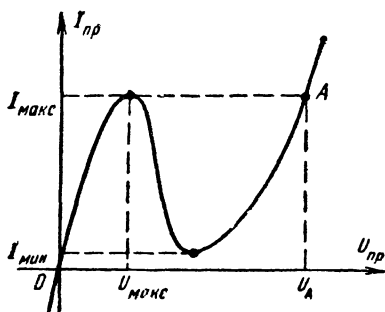

Рис. 3. Вольтамперная характеристика туннельного диода.
У туннельных диодов, изготавливаемых из особо низкоомных полупроводников, вольт-амперная характеристика в области малых прямых напряжений имеет падающий участок (рис. 3). Это позволяет применять такие диоды для усиления и генерации электрических колебаний, а также в разнообразных импульсных устройствах
**Электрические параметры туннельных диодов.** Основными параметрами туннельных диодов являются координаты граничных точек падающего участка вольт-амперной характеристики (см. рис. 3). Обычно указывают *ток и напряжение в точке максимума*, а также *отношение тока в максимуме к току в минимуме*. Иногда приводится еще значение напряжения в точке восходящей ветви ( $A$  на рис. 3), которая соответствует тому же току, что и точка максимума,